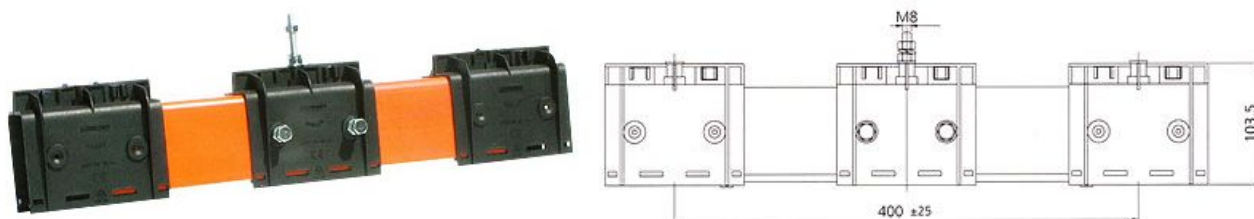

Рисунок 28 – Общий вид сборочного элемента секции расширения.
3.28. Характеристика сборочного элемента секции расширения (см. рис.28):